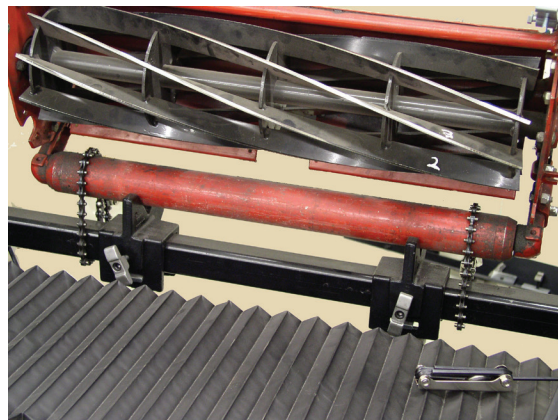

Fig. 18
- Den foretrukne metode til montering af fairway- og green-klippere er at anbringe den bageste rulle på rullestøtterne opad med forskydningen forud eller bagud, afhængigt af kravene til klipperen. Anbring kædeklemmerne rundt om rullen og værktøjsstangen. Se fig. 18.